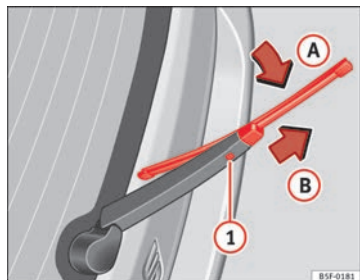

Fig. 119 Remplacement du balai d'essuie-glace arrière.
- Faites pivoter légèrement le balai d'essuie-glace ⇒ fig. 119 (flèche A).
- Laissez appuyée la touche de déverrouillage ① et tirez en même temps sur le balai dans le sens indiqué par la flèche B.